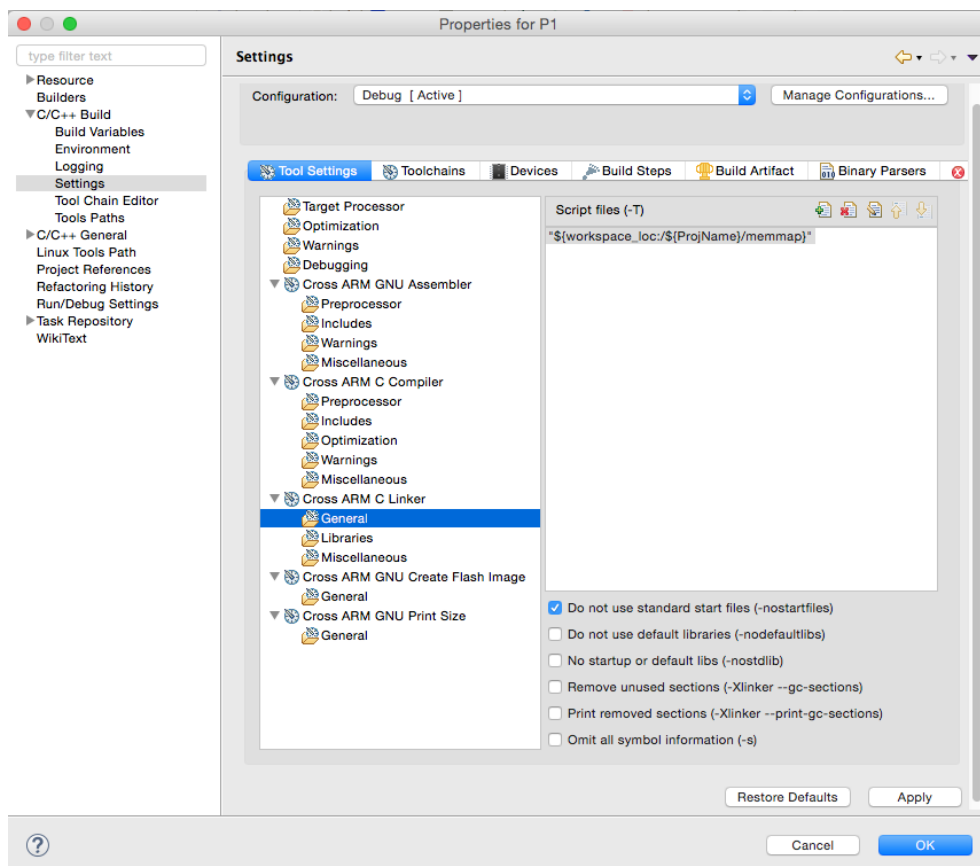

Figura 3.9: Ventana de Cross ARM C Linker→General.
- En **cross ARM C Linker**, seleccionamos **General**, y en el panel **Script file (-T)** debemos añadir una entrada (botón **add**, que tiene una cruz verde) y escribir la ruta al fichero **memmap** de nuestro proyecto. Podemos seleccionarlo gráficamente pulsando el botón **Workspace**. También debemos marcar la casilla **Do not use start files (-nostartfiles)** y desmarcar la casilla **Remove unused sections (-Xlinker -gc-sections)**. La Figura 3.9 muestra el resultado.